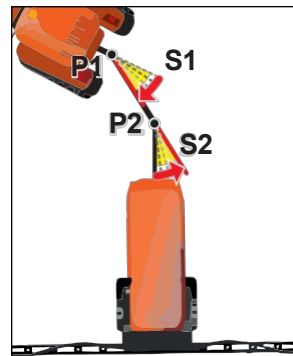
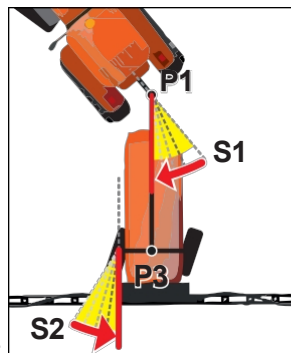

Fig. 21
Fig. 23
- måler vinkelposition **S1** (fig. 21 - fig. 23);